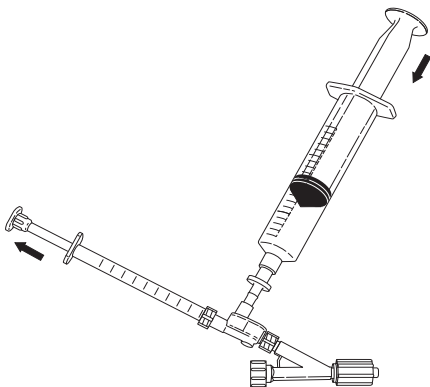

Abb. 4
6. Die 1-ml-Spritze an den Injektionsport anschließen und 0,5 ml der Lösung aspirieren. Die 1-ml-Spritze abnehmen und alle Luftblasen aus der Spritze spülen. Einen Meniskus der Lösung auf dem Injektionsport lassen und die 1-ml-Spritze durch leichtes Herunterdrücken der 20-ml-Spritze wieder anschließen, um den Injektionsport zu füllen. Die 1-ml-Spritze an den Injektionsport anschließen. **(Abb. 4)**